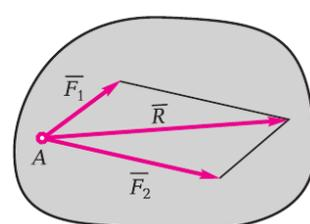

Рисунок 2.3
**Аксиома 3 (Параллелограмма сил).** Равнодействующая двух сходящихся сил выражается по величине и направлению диагональю параллелограмма, построенного на этих силах (рис. 2.3).